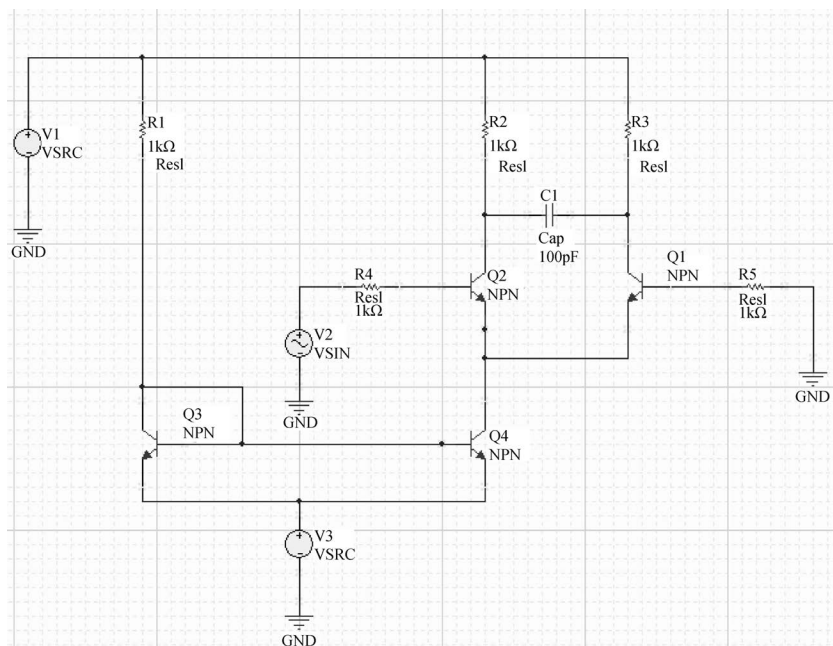

图 3-48 为电路元件和信号源分配唯一的标识符
- (4) 单击 AD 软件主界面下工具栏内的  按钮,将这些元器件和信号源按照图 3-48 所示的方式进行连接。
- (5) 按照前面所介绍的为元器件分配标识符的方法,为电路中的元器件和信号源分配唯一的标识符。图 3-48 给出分配完标识符后的原理图界面。